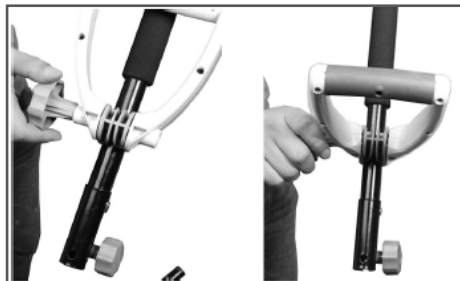

Рис. 5 Установка рабочей рукоятки
- Установите в рабочее положение и закрепите гайкой рабочую рукоятку (Рис. 5).